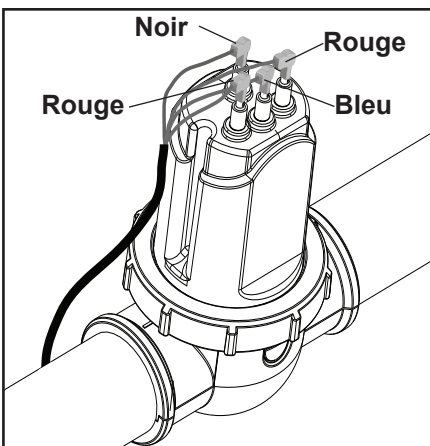

Figure 16. Connecter les fils de sortie de la cellule
15. Fixer fermement les fils de sortie de la cellule aux bornes de mêmes couleurs (Voir Figure 16).